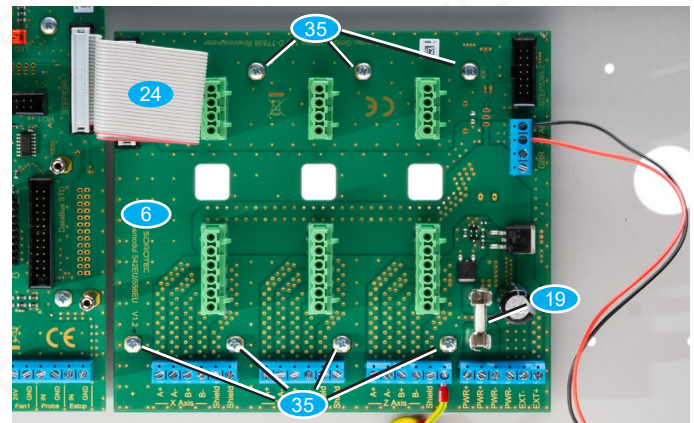

Bild 11: C3 Drive-Module
- Montieren Sie das C3 Drive-Module **6** mit Zylinderschrauben **35** wie in Bild 11 gezeigt.